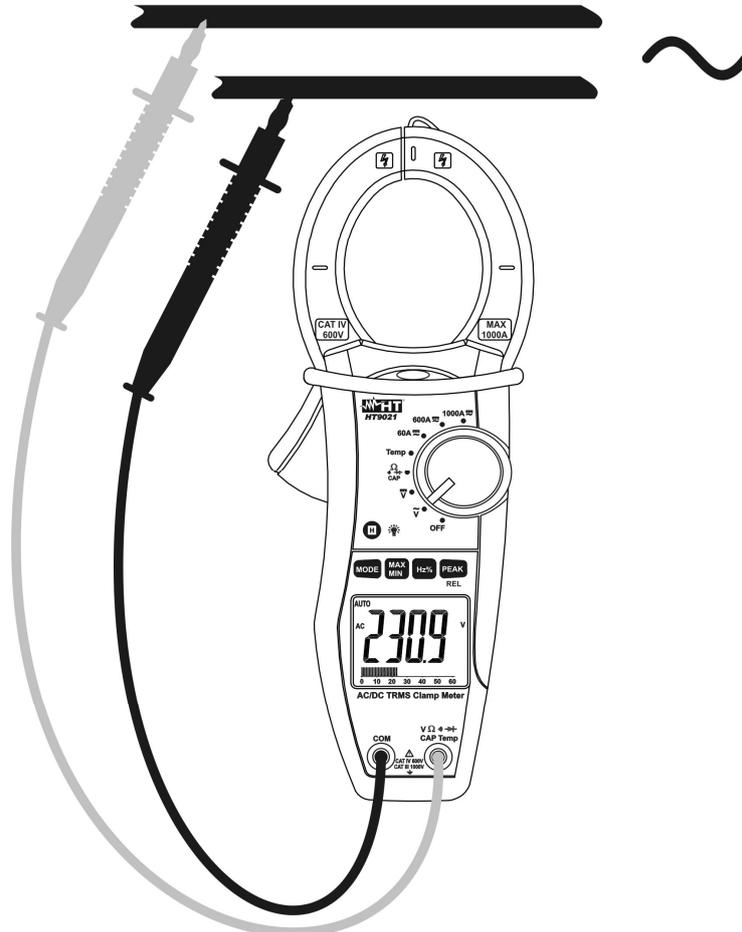

Fig. 3: Uso da pinça na medição de Tensões CA
3. Inserir o cabo vermelho no terminal de entrada $V\Omega \cdot \text{CAP Temp}$ e o cabo preto no terminal de entrada **COM** (Fig. 3)